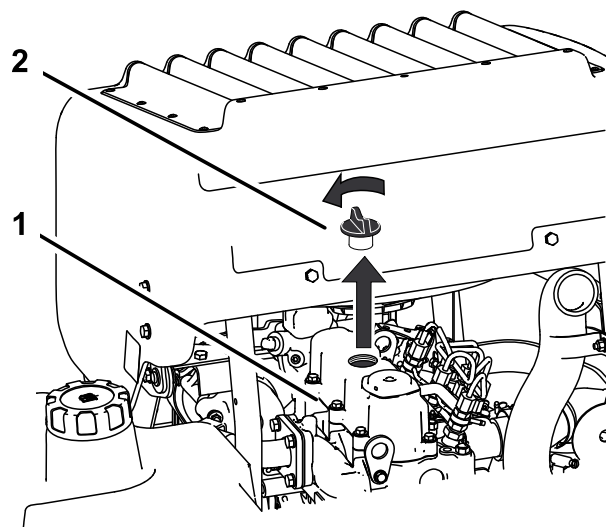

Figura 33
6. Togliete il tappo di riempimento dell'olio dal lato superiore del motore (Figura 33), l'olio si scaricherà più facilmente.
2. Rimuovete il tappo di riempimento dell'olio e l'asta (Figura 33).